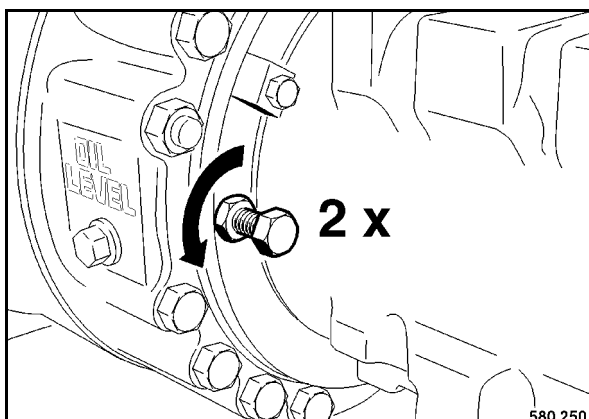

Fig. 64
- Desenroscar los tornillos para soltar el freno (Fig. 64) por dos vueltas y apretar las contratuercas.